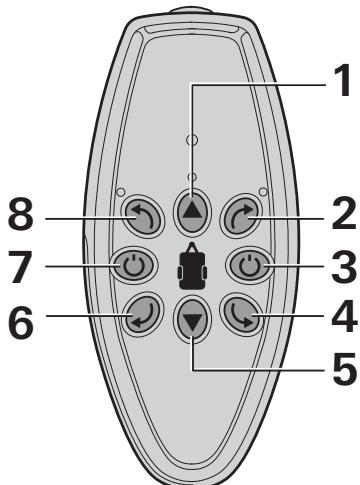
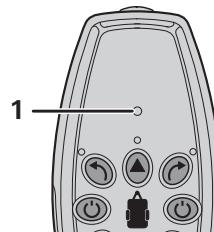

Figure 2
Figure 6
- Presser la touche (figure 2 - 7) sur la télécommande jusqu'à ce que les LED s'allument (figure 6 - 1).
! La touche « Arrêt » (figure 2 - 3) de la télécommande sert aussi d'« interrupteur d'arrêt d'urgence ». En cas de problèmes, par exemple de comportement incontrôlé du GO2, presser immédiatement la touche « Arrêt ».
- Avec les touches directionnelles (figure 2 - 1/2/4/5/6/8), déplacer la caravane dans la direction souhaitée.
i Si les touches directionnelles opposées (figure 2 - 2/6 ou 4/8) sont pressées simultanément, la caravane tourne dans la direction correspondante autour de son propre axe.
- Pendant le déplacement (vers l'avant/vers l'arrière), il est possible de changer le sens de la marche avec les touches directionnelles (figure 2 - 2/8 et 4/6).
- Presser la touche (figure 2 - 3) sur la télécommande. L'éclairage LED s'éteint.